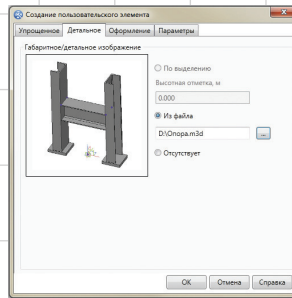

Рис. 7
- используется модель, созданная по технологии MinD (например, модель опоры под трубопровод, выполненная в Библиотеке: КМ (рис. 7);